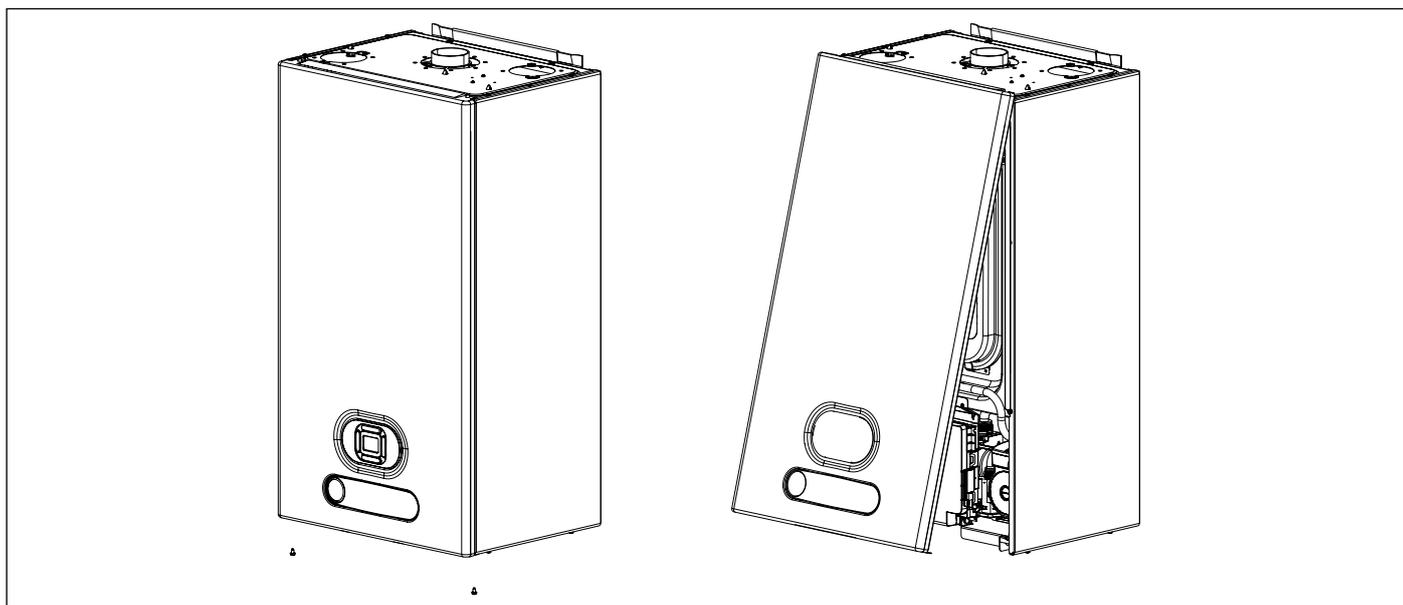

Fig. 23 Apertura revestimiento frontal
- Quitar el panel delantero exterior de la caldera (ver Fig. 23 Apertura revestimiento frontal).